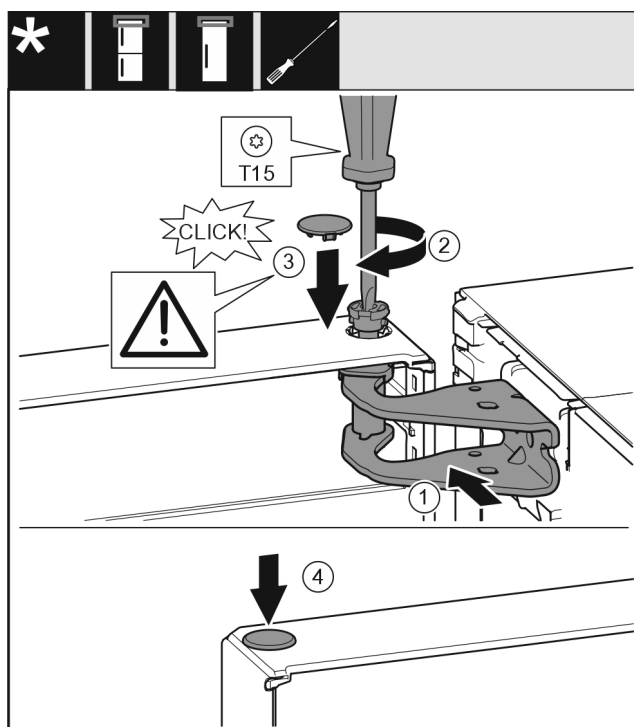

Fig. 23
- Deur boven naar de opening in het lagerbok Fig. 23 (1) uitlijnen.
- Bouten Fig. 23 (2) insteken en met een schroevendraaier vastschroeven.
- Afdekking Fig. 23 (3) plaatsen.
- Controleer of de afdekking Fig. 23 (3) tegen de deur ligt.
- Afdekking Fig. 23 (4) plaatsen.